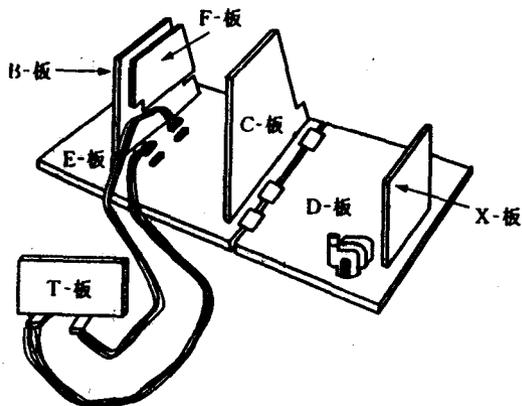

图 6
2. 如图 6 所示，在分别的电路板与 E-板或 D-板之间连接延长导线。